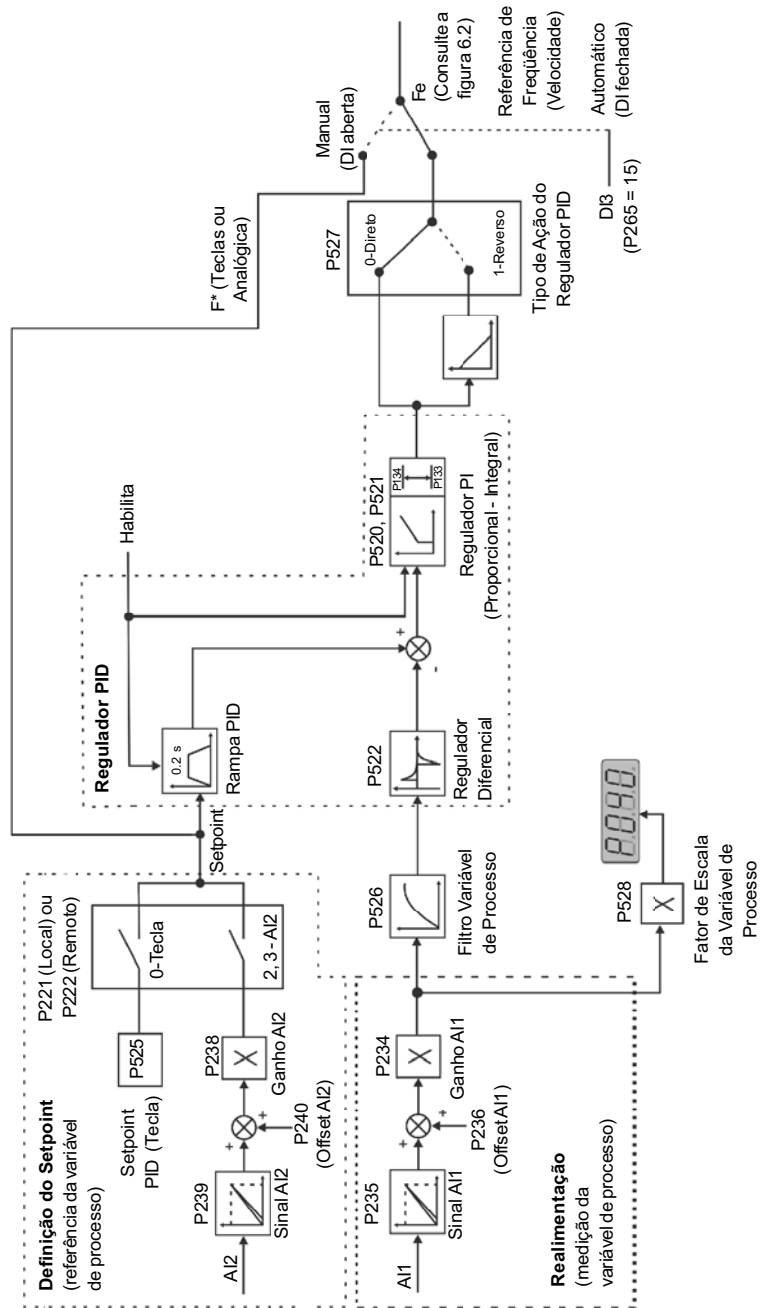

Figura 6.27 - Blocodiagrama da função regulador PID
- ☑ A figura 6.27 apresenta uma representação esquemática da função regulador PID.